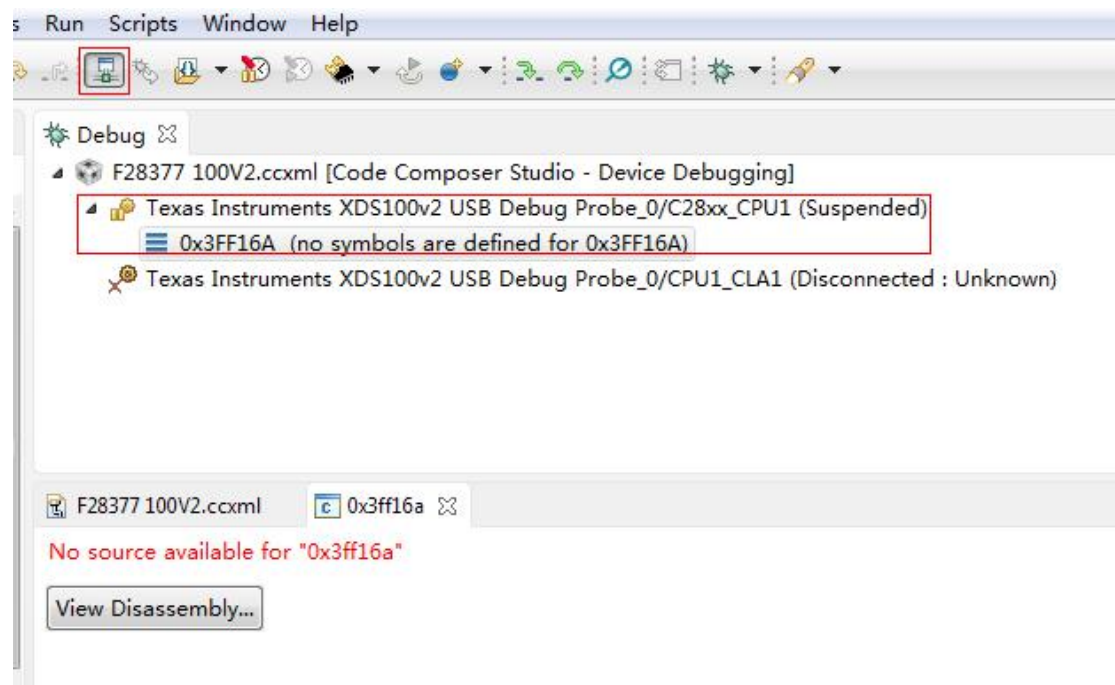

图 3-18-1 连接界面
(1) 首先将 CCS6.1 开发环境打开;
(2) 接着把仿真器的 USB 与电脑进行连接, 将仿真器的另一端 JATG 端插到 YX-F28377 开发板的 JATG 针处(注意仿真器插入方向, 请仔细核对防差错针的位置);
(3) 连接目标板, 出现如下图 3-18-1 则表示连接成功;